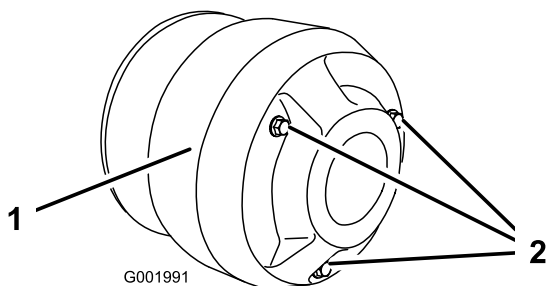

Figura 58
- Retire os 3 parafusos que fixam a tampa à embraiagem e retire a tampa (Figura 58).